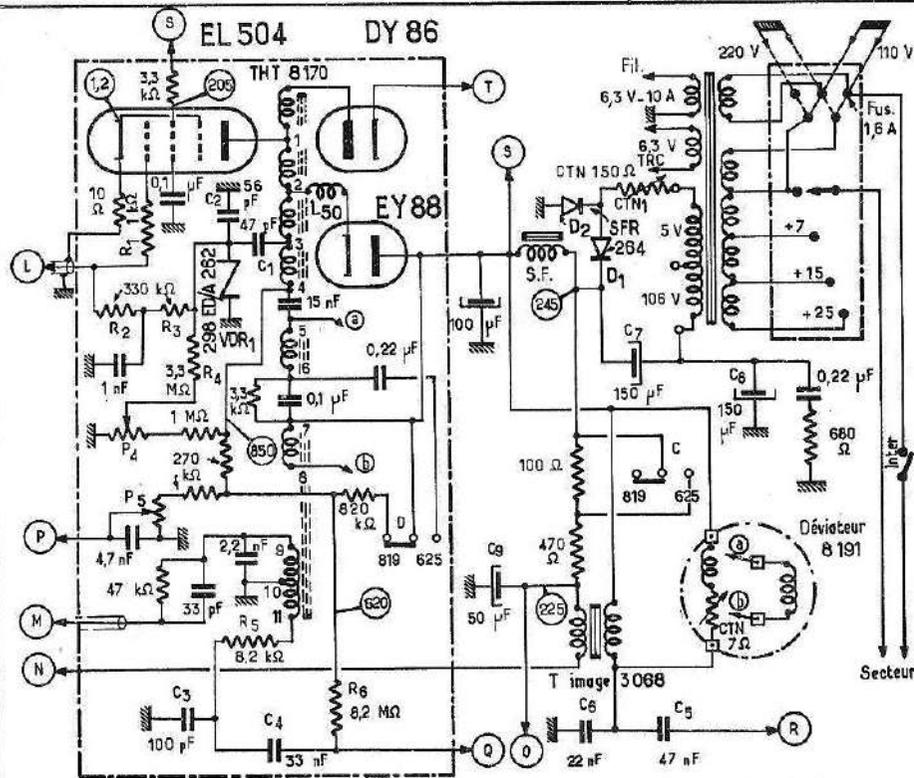

Fig. 5 (à gauche).
(18). — Signal à la cosse 9 du transformateur de sortie lignes (fig. 5). Amplitude: 320 V c. à c. ;
(24) et (25). — Signal à la grille de la deuxième triode 12 AU 7. En 819 lignes, avec 74 V c. à c. (24), et en 625 lignes, avec 78 V c. à c. (25) ;
(26) et (27). — Signal à la plaque de sortie du multivibrateur lignes. En 819 lignes, avec 200 V c. à c. (26), et en 625 lignes, avec la même amplitude (27) ;
(44). — Point « chaud » du secondaire du transformateur de sortie trames, c'est-à-dire au point commun C6-C5 (fig. 5). Amplitude: 125 V c. à c. ;
(48). — Point commun C7-C8 (fig. 5). Amplitude: 27 V c. à c.